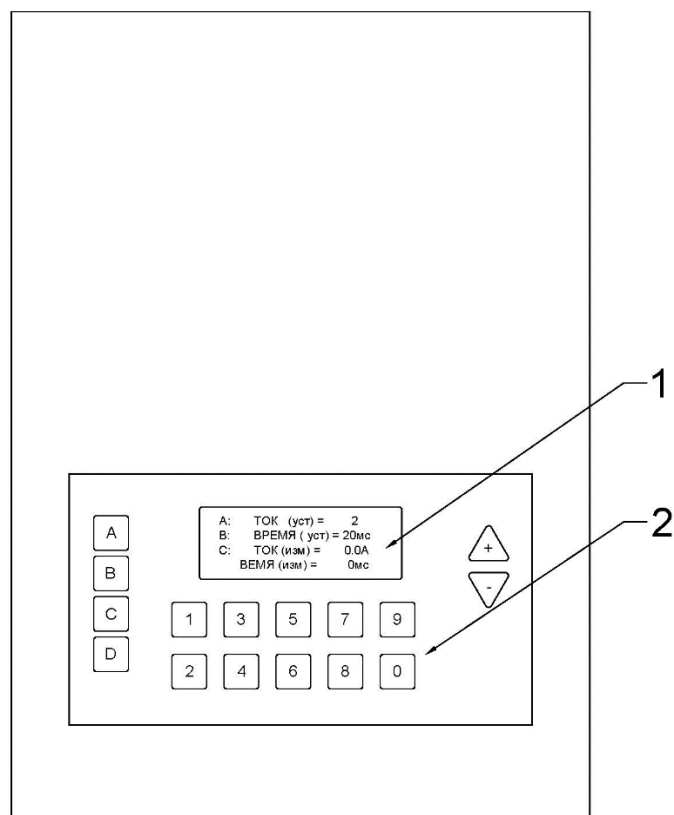

Рис. 2. Верхняя панель комплекта СИМУС-Т 300А
4.3.2 Верхняя панель комплекта представлена на рис. 2. На ней расположены:
Внешний вид клавиатуры комплекта представлен на рис.2. Назначение клавиш клавиатуры приведено в таблице 1.
Внешний вид дисплея представлен на рис.2.